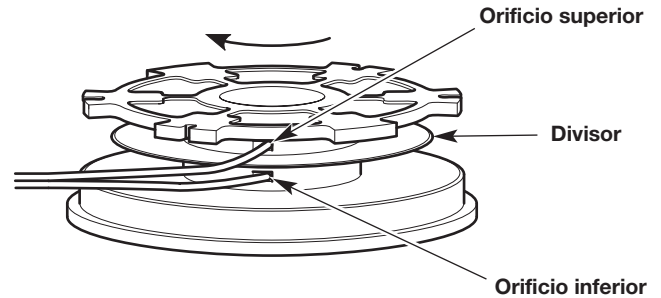

Fig. 20
2. Con uno de los extremos divididos, inserte un hilo dentro del orificio superior y otro hilo dentro del orificio inferior del carrete interior (Fig. 20).